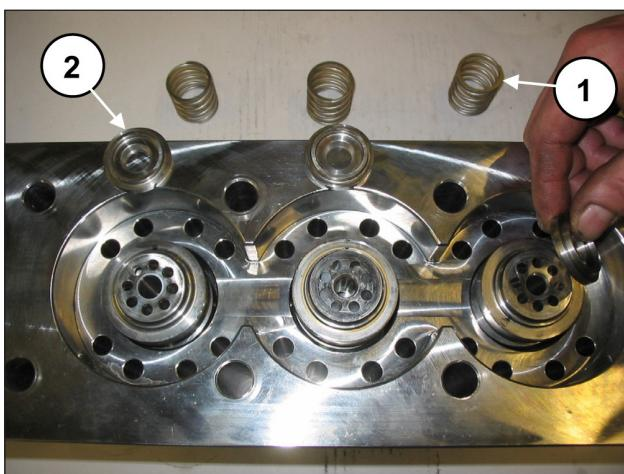

Abb. 101
Achten Sie beim Ausbau der Buchsen darauf, nicht die Ventilfeder und die Flachventile zu verlieren (Pos. ① und ②, Abb. 101), da diese nicht eingepresst sind und herausfallen können.